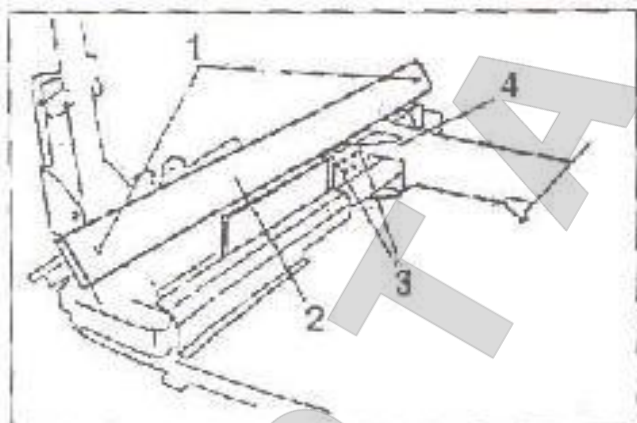

Рис. 8.5
- Открутить винты крепления защиты (1, рис. 8.5), снять защиту цепи (2, рис. 8.5).
- Открутить гайки (3, рис. 8.5) каждого верхнего башмака каретки (4, рис. 8.5).
- Затянуть четыре контргайки верхних башмаков (3, рис. 8.5).
- Установить защиту на цепь V2 (рис. 8.5).